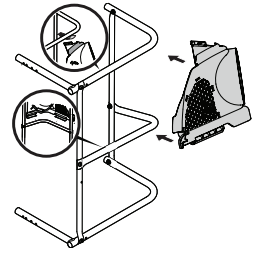

Figura 7
8. Ajuste la ventilación de la bolsa (731-12351B) en su lugar, rotando y posicionando la lengüeta superior como se ilustra en la Figura 7, engancho luego la parte inferior al tubo de montaje de la ventilación de la bolsa (véase el recuadro inferior Figura 7).